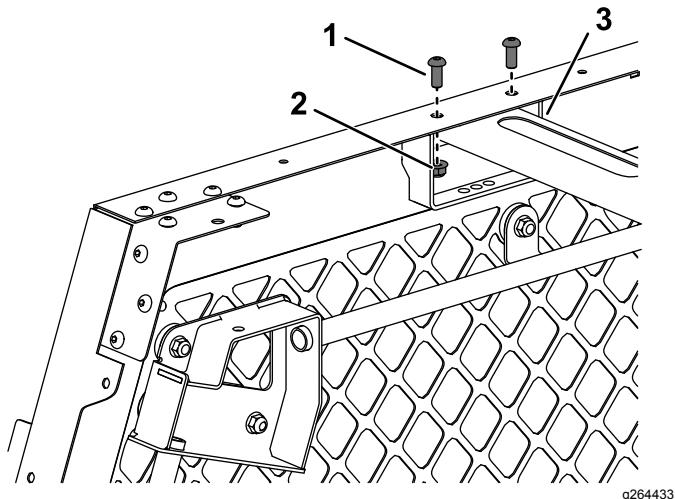

图13
1. 用 2 个圆头螺丝  $5/16 \times \frac{3}{4}$  英寸和 2 个凸缘螺母  $5/16$  英寸安装支架安装架的两侧请参阅图13。